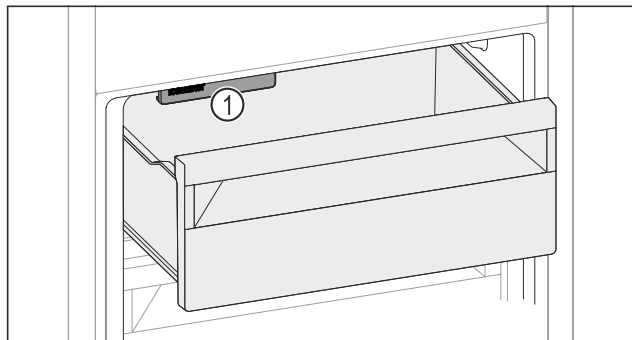

Fig. 182
- Внимавайте за IceMaker Fig. 182 [1].